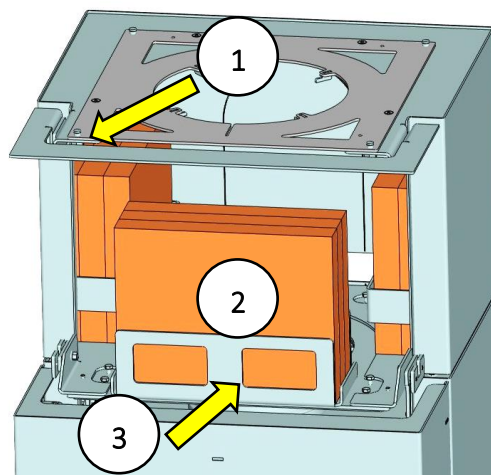

Fig. 9: Insertion du module de stockage de chaleur
3. **Remplacez les vis de support avec les tampons en silicone** (4 pièces) sur la partie supérieure du module d'accumulation (Fig. 9 Pos.1). La position et le schéma des trous sur la partie supérieure du module sont identiques à ceux de l'étape 1.
4. **Une fois le module d'accumulation ajusté**, insérez les neuf pierres d'accumulation fournies, comme illustré à la Fig. 9 Pos.2 Commencez par insérer les pierres de gauche et de droite. Si nécessaire, le support des pierres d'accumulation (Fig. 9 Pos.3) doit encore être monté. Celui-ci est fixé avec 2 vis.